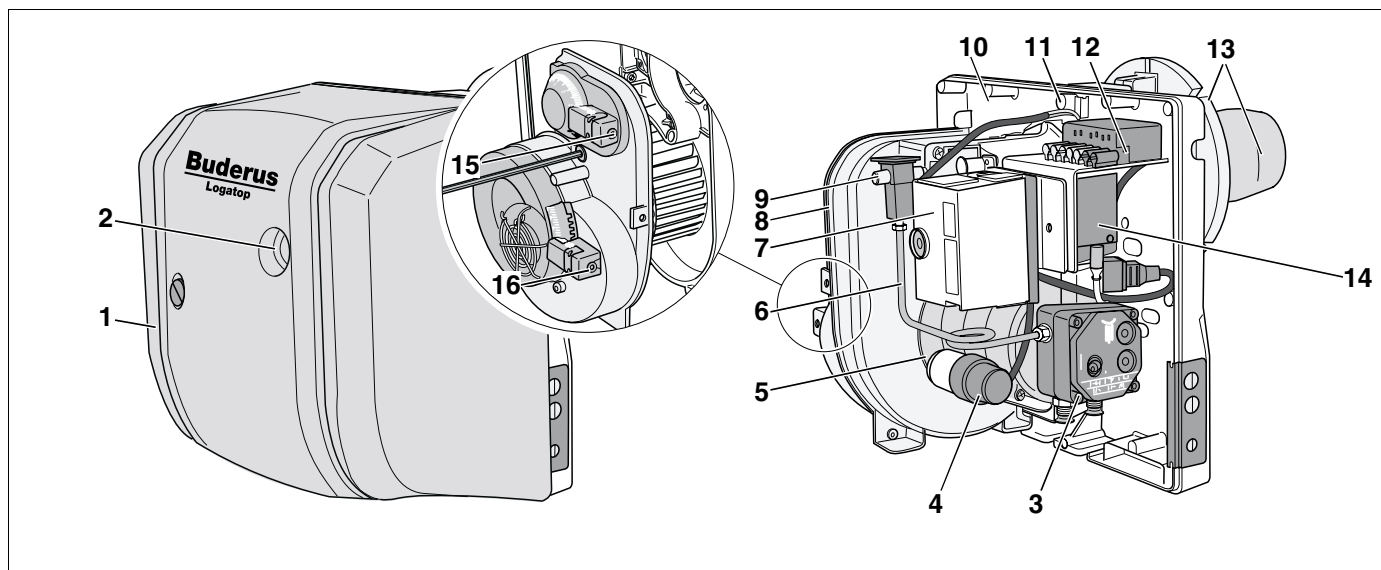

Fig. 1 Bruciatore Logatop LE-A 1.0 e 2.0 (con e senza cuffia bruciatore)
- cuffia del bruciatore (fig. 1, **pos. 1**)
- tasto di riarmo con spia di guasto (fig. 1, **pos. 2**)
- pompa gasolio con valvola magnetica (fig. 1, **pos. 3**)
- condensatore del motore (fig. 1, **pos. 4**)
- motore del bruciatore (fig. 1, **pos. 5**)
- condotto gasolio (fig. 1, **pos. 6**)
- automatismo di combustione gasolio (fig. 1, **pos. 7**)
- alloggiamento del ventilatore (fig. 1, **pos. 8**)
- vite di regolazione per il deflettore (fig. 1, **pos. 9**)
- piastra di fondo (fig. 1, **pos. 10**)
- vite posizione di manutenzione (fig. 1, **pos. 11**)
- presa di collegamento (fig. 1, **pos. 12**)
- flangia e boccaglio (fig. 1, **pos. 13**)
- unità d'accensione con cavo (fig. 1, **pos. 14**)
- vite di regolazione per la regolazione dell'aria (fig. 1, **pos. 15**)
- vite di regolazione per la regolazione dell'aspirazione dell'aria (fig. 1, **pos. 16**)
- Premere e mantenere premuto il tasto di riarmo (fig. 1, **pos. 2**, pagina 3) circa un secondo, per far ripartire il bruciatore.
- Accendete il bruciatore: premete dopo ca. 50 secondi d'attesa, il tasto di riarmo (fig. 1, **pos. 2**, pagina 3) sull'automatismo di combustione gasolio, per riavviare il bruciatore.